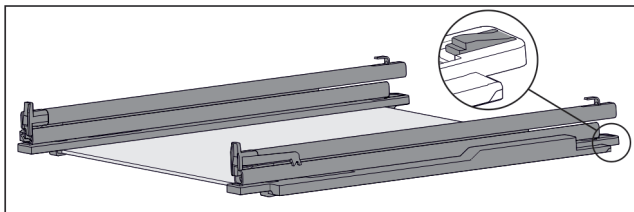

Fig. 110 Стекла́нная пластина с направляющими и крепежными элементами
- ▶ Крепежный элемент сзади прижмите вниз (см. Fig. 110) и одновременно отодвиньте направляющую назад.